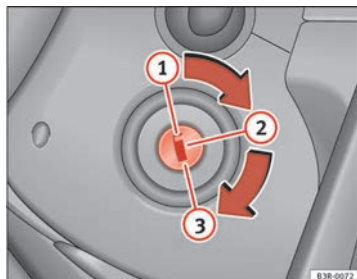

Abb. 137 Stellungen des Zündschlüssels
- Drehen Sie den Zündschlüssel in Position ① ⇒ Seite 173, Abb. 137.